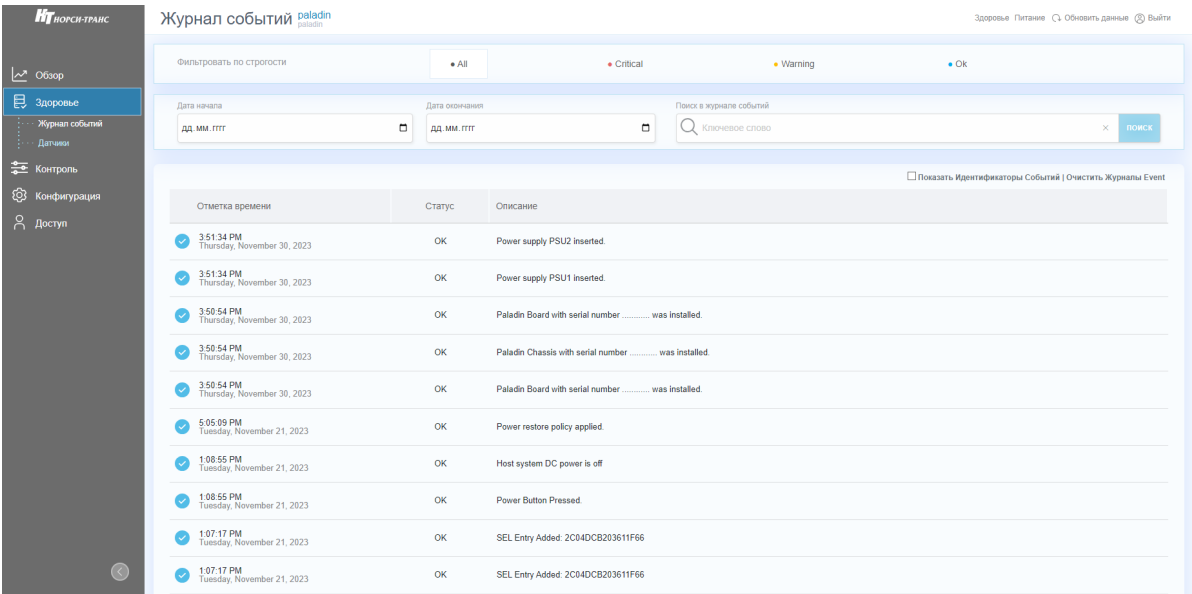

Рис. 87. Окно «Журнал событий»
- 2) Пройдите во вкладку «Здоровье» → «Журнал событий» в данной вкладке отображены все события произошедшие в сервере. В поле «Фильтровать по строгости» произведите фильтрацию по степени серьезности события. В поле «Дата начала» произведите фильтрацию по дате начала события, в поле «Дата окончания» произведите фильтрацию по дате окончания события, в поле «Search event log» произведите фильтрацию по ключевым словам события. Окно показано на рис. 87 Окно «Журнал событий»